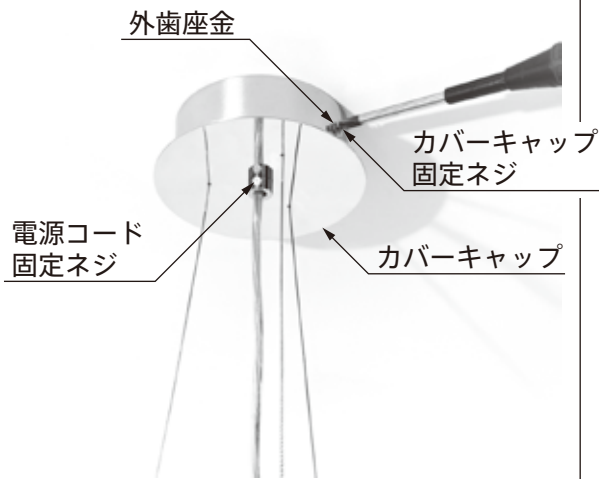

図8
9. ソケットにハロゲンランプ及びLEDランプを取付けます。（図8）